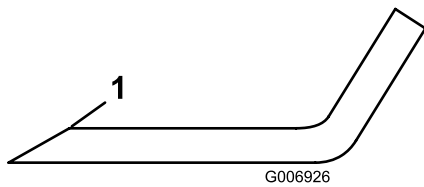

Figure 74
4. Examinez le tranchant de toutes les lames et aiguissez-le s'il est émoussé ou ébréché; aiguissez uniquement le haut du tranchant et conservez l'angle de coupe d'origine pour obtenir une coupe nette (**Figure 74**).